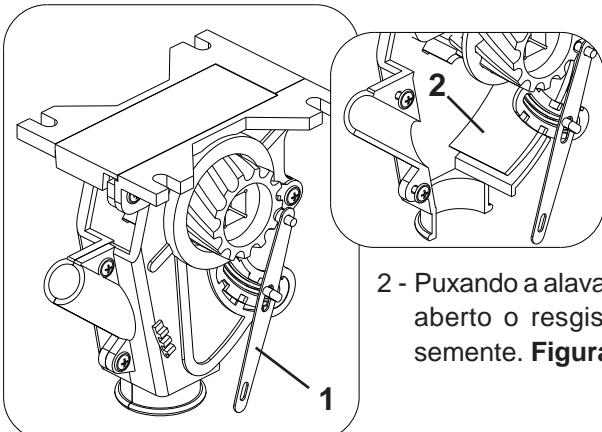

FIGURA 23
2 - Puxando a alavanca (1) para baixo será aberto o resgitro (2) para saída da semente. **Figura 23.**